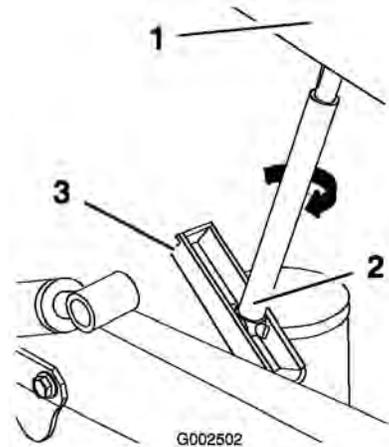

Figure 17
2. Tournez la béquille à 90° et guidez-la dans son support (Figure 17) tout en abaissant lentement le patin.